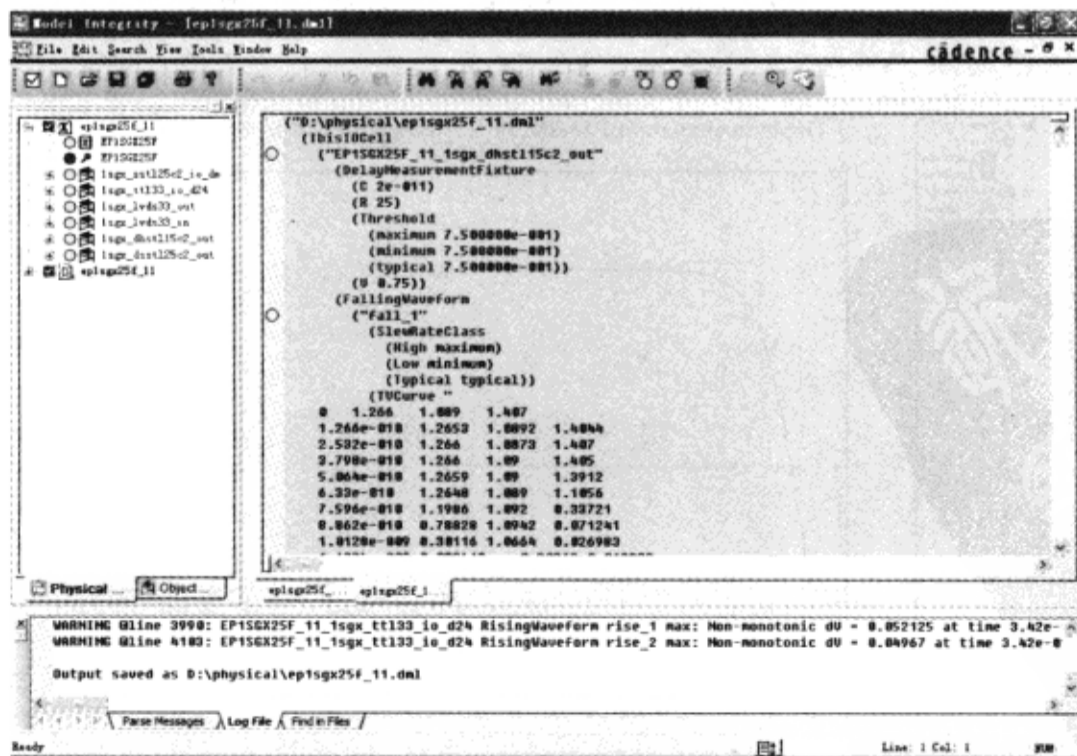

图 2-4-18 DML 文件信息
(4) 查看编辑窗口的第 3 行，第 1 个 IOCell 为 EP1SGX25F\_11\_1sgx\_dhstl15c2\_out，EP1SGX25F\_11 已经被添加到 IOCell 名的前面，如图 2-4-18 所示。